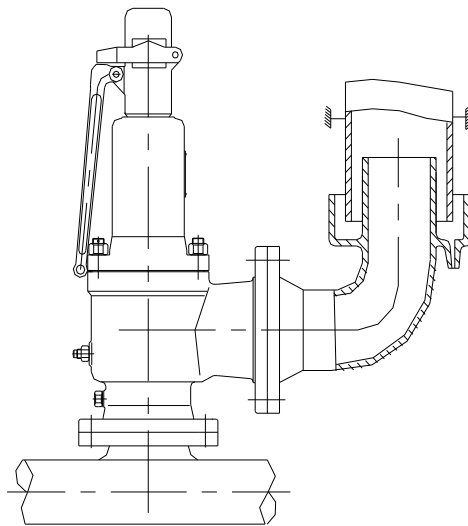

图4
(2) 管道应以适当的支撑以防管道应力（安装应力 and 热应力）附加到安全阀上，影响安全阀性能，例图 4 是其排放管道设置形式的一种。